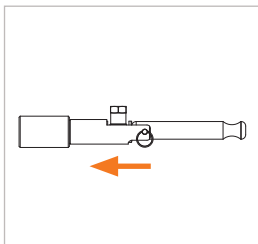

Figure 3
- ▶ Saisissez le connecteur au niveau de l'unité de base (pos. 1) et insérez-le dans l'axe et en butée dans la pièce d'essai (Figure 3). Le joint frontal est ainsi préservé des dommages causés par d'éventuels bords saillants de la pièce d'essai et le bon raccordement est garanti.